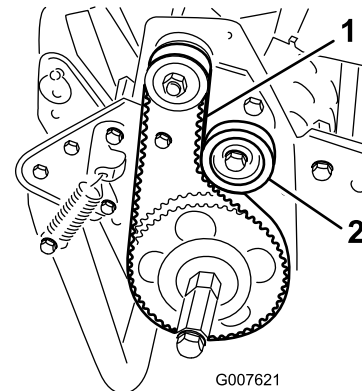

Figure 41
2. Contrôlez la tension en exerçant une force d'environ 18 à 22 N à mi-distance entre les poulies (Figure 41). La courroie doit présenter une flèche de 6 mm.
- A. Desserrez l'écrou de fixation de la poulie de tension et faites pivoter la poulie dans le sens horaire contre l'arrière de la courroie jusqu'à ce que vous obteniez la tension voulue (Figure 41).